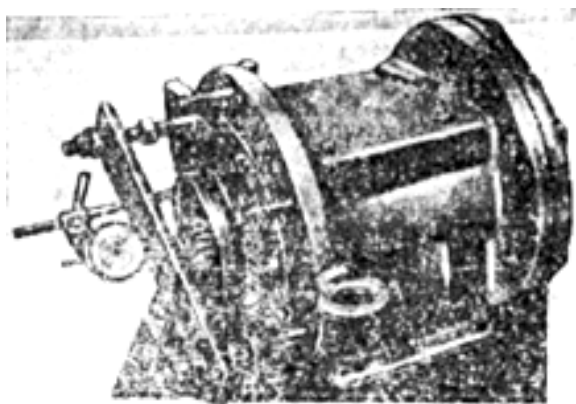

Рис. 41. Установка приспособления на цилиндр II ступени
9.5.11. Регулировка торцового зазора II ступени производится аналогично, порядок регулировки показан на рис. 41,42,43.